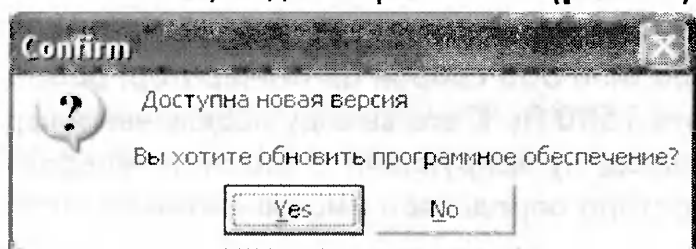

рис. 14
3. Протестировать аппаратную часть: “Микросхема-Тест адаптера программатора”, дождаться появления надписи: “Аппаратная часть в норме”. При смене версий WinPic800 и при переходе от PIC к AVR (и наоборот) должен появиться запрос на обновление программного обеспечения, надо выбрать “Yes” (рис. 14).